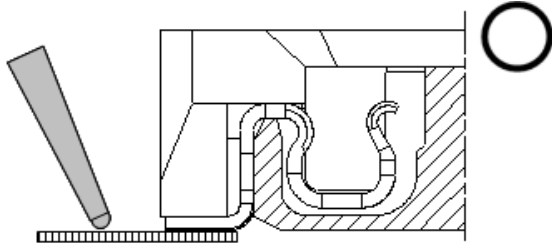

Fig.13 Manual soldering (good case)
- b) はんだこては実装基板のパッド上を加熱することとし、こて先が製品に触れないようにしてください。(Fig.13, 14)
- b) Apply tip of soldering iron to the pad on board. Do not touch product directly by tip of soldering iron. (Fig.13, 14)